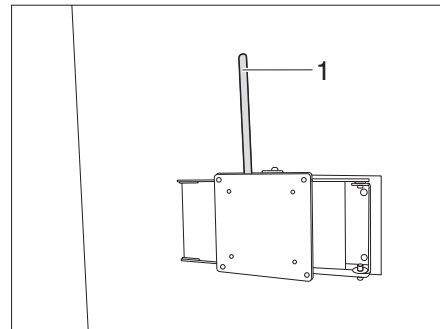

Bild 135 Fäste med ledad arm (variant 4)
- Dra i spaken (Bild 135,1).
- Skjut tillbaka spaken (Bild 135,1) till utgångsläget igen för att spärra.